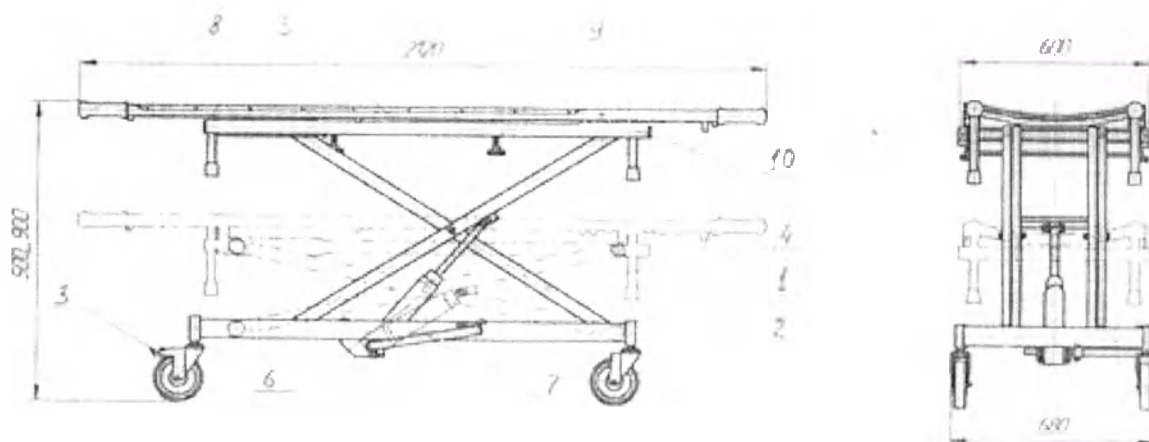

Рисунок 1
2.1 Тележка (см. рисунок 1) имеет нижнее основание 1 и верхнее основание 10, сваренное из стальных труб и установленное на четыре самоориентирующиеся колеса 2, два из которых имеют тормоз 3. Между основаниями 1 и 10 установлен крестообразный рычажный механизм 4 подъёма и опускания съёмных носилок 5 и гидропривод 6 с педалью 7 при нажатии на которую вниз происходит подъём ложа, опускание ложа происходит при нажатии на педаль вверх. Съёмные носилки оснащена ручками 8 за которые осуществляется транспортировка тележки, а так же установка и снятие носилок на тележку. Тележка так же оснащена снимаемыми ограждениями (конструктивно не показаны) которые вставлены во втулки 9 и зафиксированы там резьбовыми зажимами. Для фиксации пациента ограждение устанавливается вверх, а если не нужно, то вытаскивается из втулок 9 переворачивается снова вставляется и смотрит вниз не мешая перекладывать пациента.